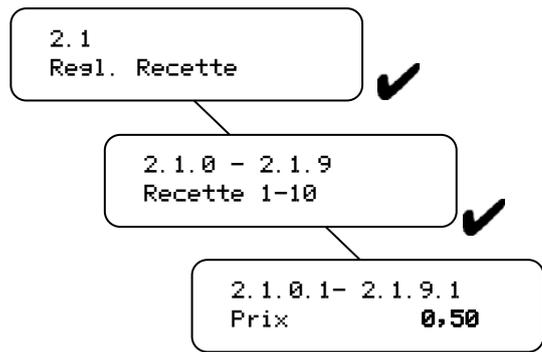

Fig. 24
- Régler un prix (fig. 24) dans le menu 'item' 2.1.0.1 jusqu'à 2.1.9.1